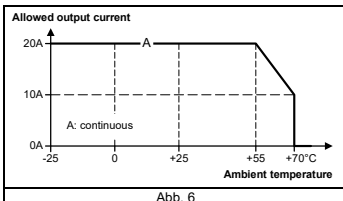

Abb. 6
- Das Gerät ist mit einem Übertemperaturschutz ausgestattet. Bei hoher Temperatur schaltet der Ausgang ab und startet nach dem Abkühlen automatisch wieder (Abb. 6).